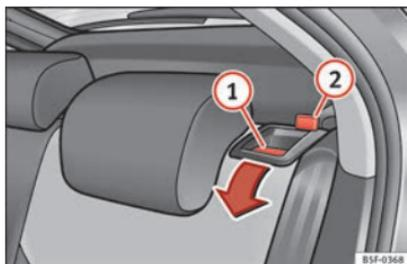

Fig. 150 Levier de déverrouillage du dossier.
- Appuyez sur le levier de déverrouillage » fig. 150 ① dans le sens de la flèche.
- Relevez le dossier jusqu'à ce qu'il s'encastre correctement » ⚠. Le dossier est enclenché correctement lorsque le repère rouge de la goupille » fig. 150 ② n'est plus visible.